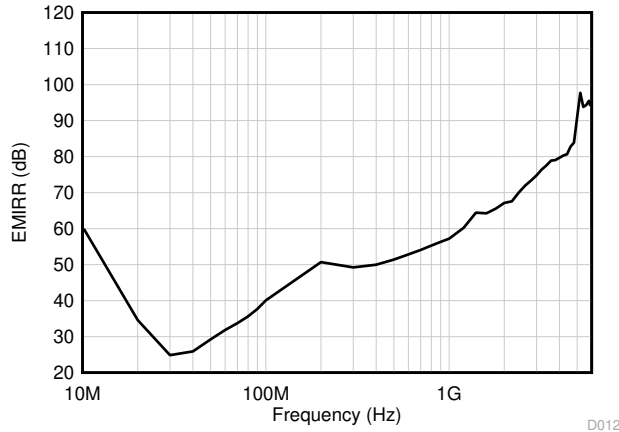

图 6-3. EMIRR 测试
TLV916x-Q1 使用集成电磁干扰 (EMI) 滤波功能来降低干扰源 (如无线通信设备以及混合使用模拟信号链和数字元件的高密度电路板) 产生的 EMI 效应。利用电路设计技术可以提高 EMI 抗扰度; TLV916x-Q1 可从这些设计改进中受益。德州仪器 (TI) 已具备在 10MHz 至 6GHz 宽频谱范围内准确测量和量化运算放大器抗扰度的能力。图 6-3 展示了对 TLV916x-Q1 执行此测试的结果。表 6-1 提供了 TLV916x-Q1 在实际应用中通常会遇到的特定频率下的 EMIRR IN+ 值。运算放大器的 EMI 抑制比应用报告包含了与运算放大器相关的 EMIRR 性能主题, 该报告可在 www.ti.com 上下载。